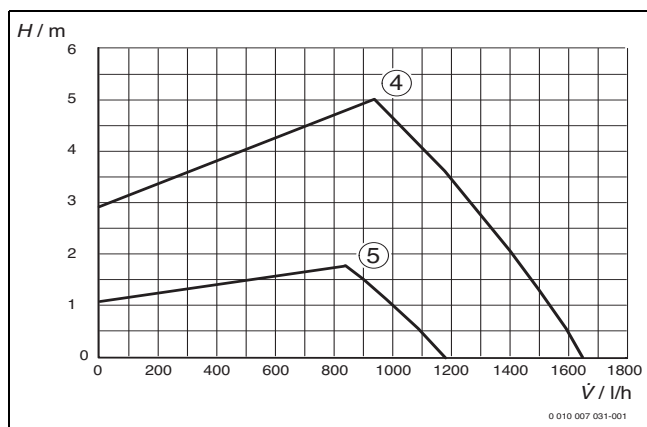

Fig. 3 Pressione proporzionale
- **04**: pressione proporzionale alta, → curva caratteristica 4, fig. 3
- **05**: pressione proporzionale bassa, → curva caratteristica 5, fig. 3